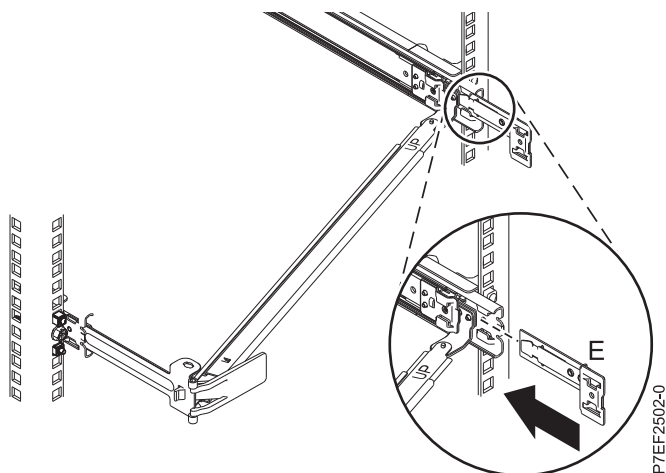

Figure 13. Installation du support d'extension dans la glissière
5. Poussez le support d'extension (**E**) dans la glissière de droite jusqu'à ce que le taquet à ressort se mette en place. Pour plus de détails, voir figure 13, à la page 10.